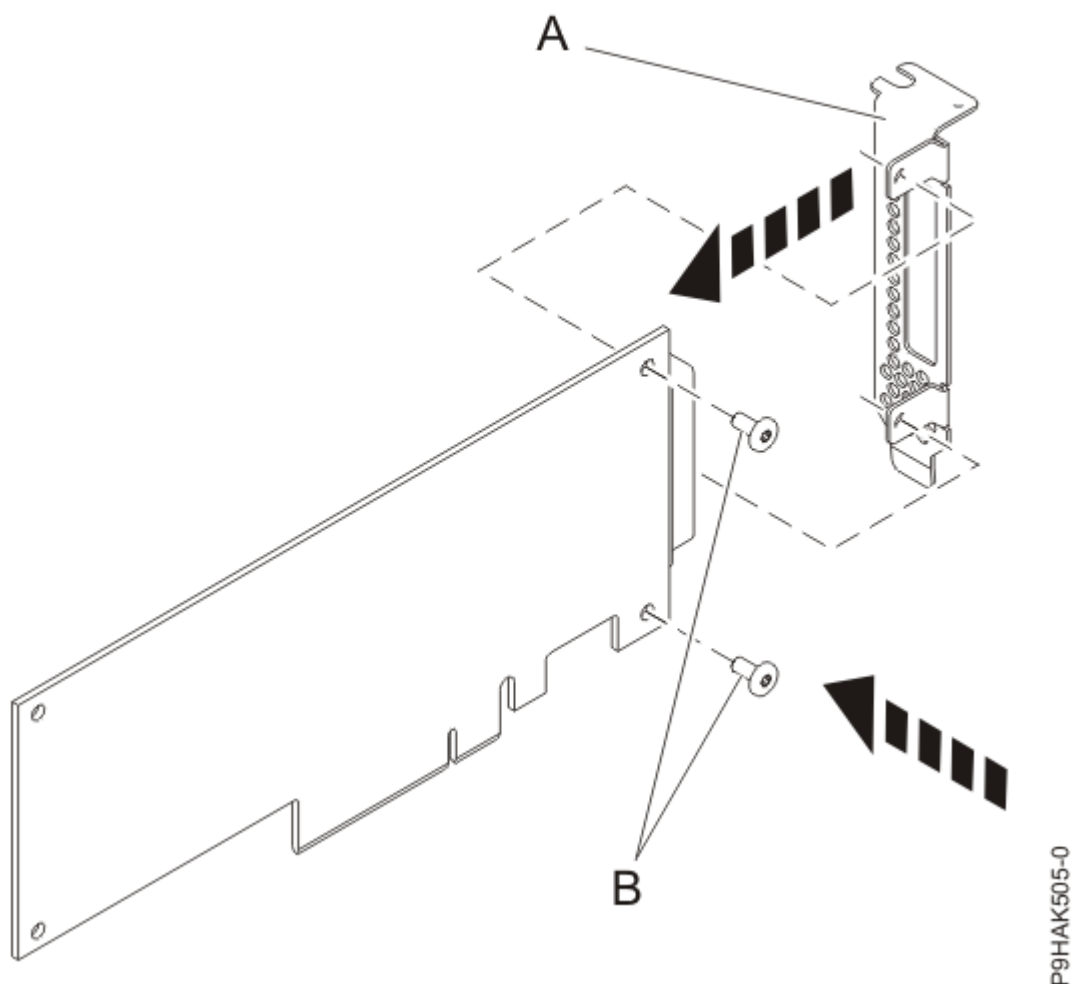

図 21. アダプターへのロープファイル・テール・ストックの取り付け
14. 28 ページの図 21 に示すように、プラスのねじ回しと 2 個の留めねじ (**B**) を使用して、障害の発生したアダプターのテール・ストック (**A**) を新しいアダプターに取り付けます。